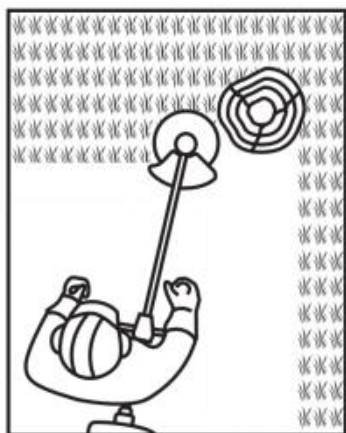

Fig. 48
2. Wees extra voorzichtig bij het uitvoeren van werkzaamheden in de buurt van bomen en struiken. De snijkop kan de gevoelige schors beschadigen en hekpalen aantasten (Fig. 48).